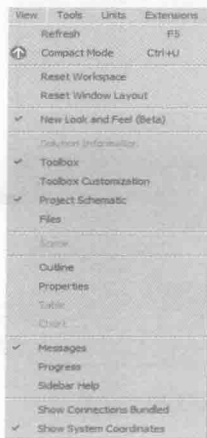

图 1-8 View 菜单
(2) Edit (编辑) 菜单中主要包括 Undo 及 Redo 两个命令。
(3) View (视图) 菜单中相关命令如图 1-8 所示。下面对 View (视图) 菜单中的常用命令做简要介绍。